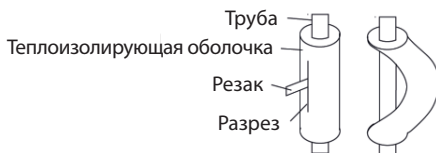

Рис. 10
4. Не сгибайте трубу в том виде, как она есть. Труба будет смята. Сначала разрежьте теплоизоляционную трубку острым резак, как показано на Рис. 10, затем согните трубу без теплоизоляции. Согните трубу так, как нужно, наденьте на нее теплоизоляционную трубку и закрепите ее лентой.